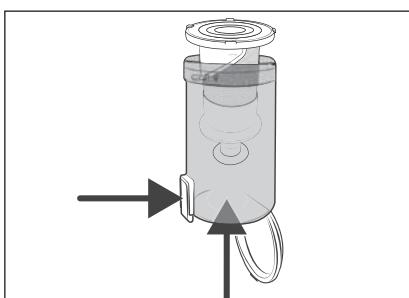

Fig. 23
- Tag filteret af rustfrit stål 6 ud af smudsbeholderen 7 ved at trykke på oplåsningsknappen til smudsbeholderdækslet 8. Skub så filteret af rustfrit stål 6 ud af smudsbeholderen 7 nederaf (se fig. 23).